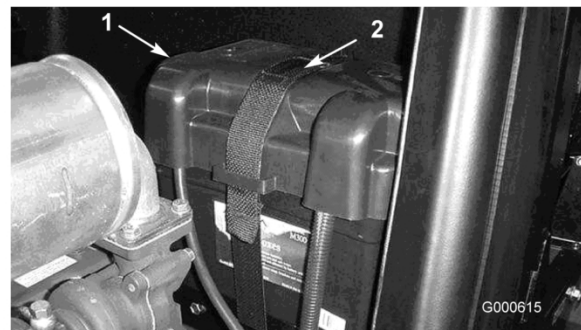

Figura 39
2. Retire la correa y la cubierta de la batería (Figura 39).